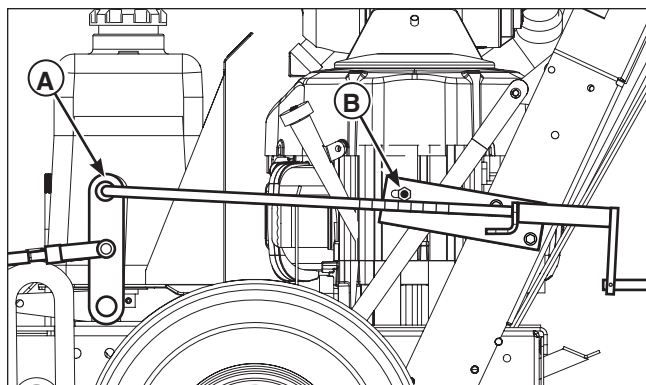

Figura 21. Indicatore di altezza del piano
2. Girare la manovella di regolazione dell'altezza di taglio in modo che la leva dell'asta di sollevamento della parte posteriore del piano (A, Figura 21) sia dritta in su o in giù. Questa posizione rappresenta l'impostazione media dell'altezza di taglio. Posizionare l'indicatore dell'altezza (B) in modo che sia centrato tra il quarto e il quinto segno d'indicazione e serrare.